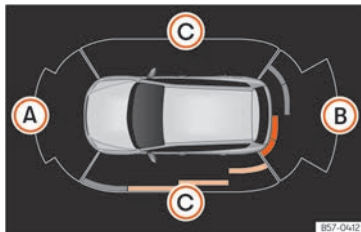

Fig. 207 Visualização do auxiliar de estacionamento no ecrã do sistema Infotainment.
Os para-choques têm sensores integrados. Quando detetam um obstáculo, indicam-no através de sinais sonoros e no sistema Infotainment »» **Fig. 207**.
No caso de avaria de algum sensor traseiro, serão apenas apresentados os obstáculos na área (A) » Fig. 207. No caso de avaria de algum sensor dianteiro, serão apenas apresentados os obstáculos na área (B). Apresenta-se o símbolo .